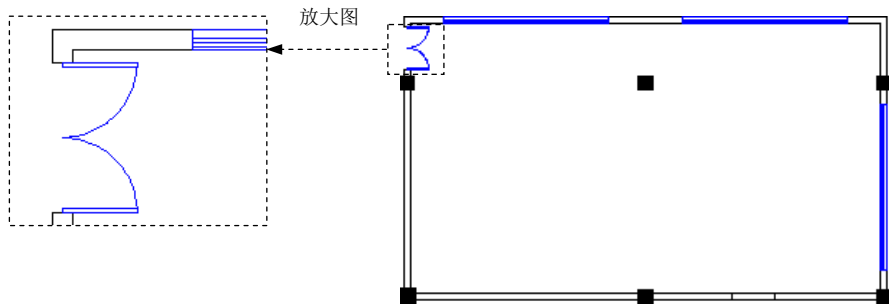

图 17.12.29 镜像矩形与圆弧
Step14. 镜像矩形与圆弧。选择下拉菜单 **修改(M)** \rightarrow **镜像(I)** 命令，选取 Step12 与 Step13 创建的矩形与圆弧为要镜像的对象，镜像完成后如图 17.12.29 所示。